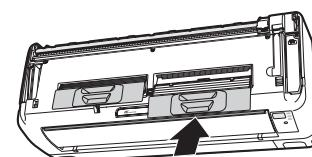

图3
- 4、将空清滤盒按原来的样子装回，按箭头方向插入直到“咔”的一声，如安装不到位，可能会发生异常音或脱落；（如图3）